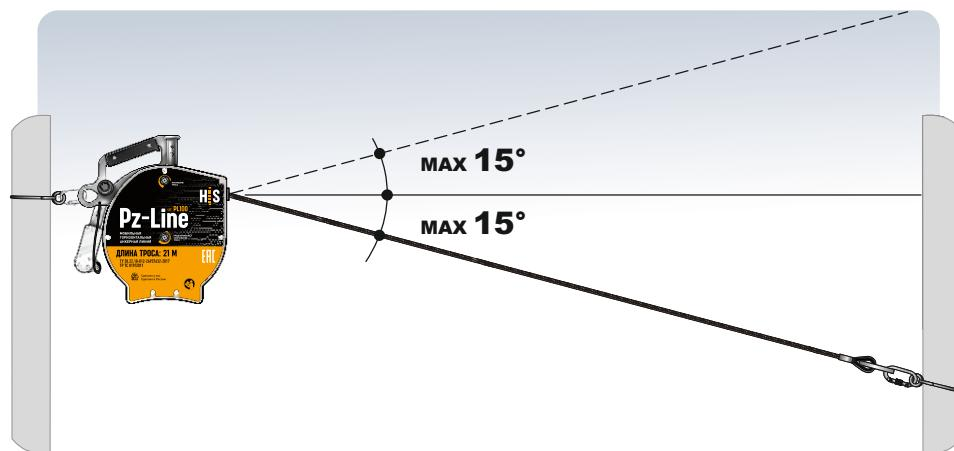

Рис. 20 Уклон троса анкерной линии не более 15°.
9. Убедиться, что обе точки крепления установлены на одной высоте относительно друг друга. Уклон троса анкерной линии может составлять не более 15° (рис. 20).